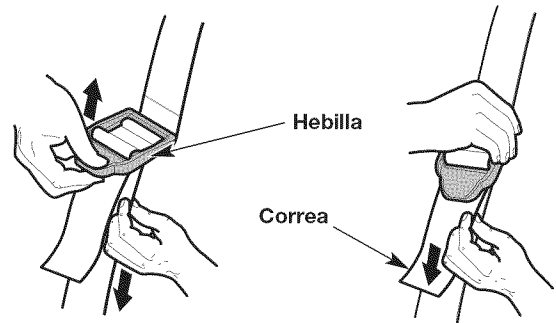

Fig. 10
6. Ajuste la correa de hombro para adecuarla al operador (Fig. 10). Tire de la hebilla hacia arriba para aflojar la correa. Tire de la correa hacia abajo para ajustarla.